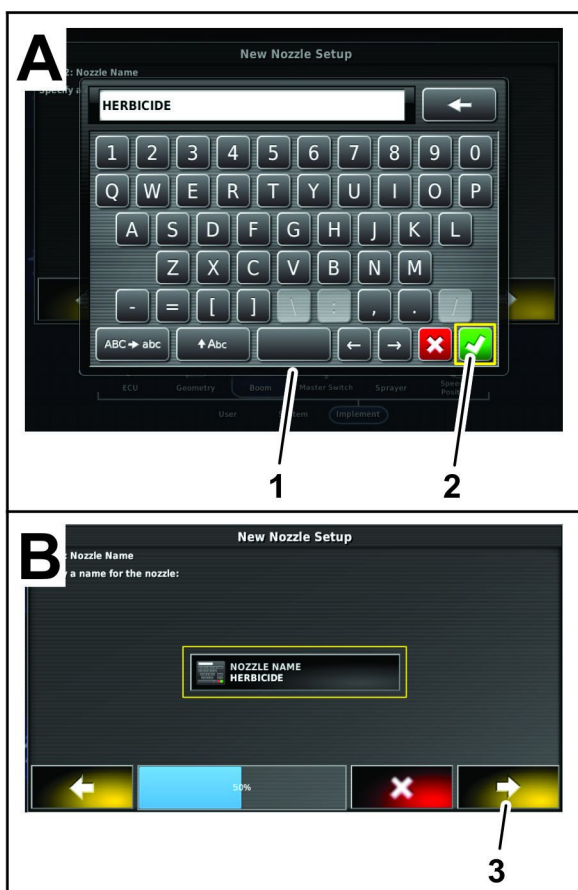

Figure 79
- 7. Saisissez le nom de la buse à l'aide du clavier à l'écran, puis appuyez sur l'icône de confirmation (Figure 79).
8. Dans la boîte de dialogue de réglage de la nouvelle buse – étape 2, appuyez sur l'icône de confirmation (Figure 79).
9. Dans la boîte de dialogue de réglage de la nouvelle buse – étape 3, appuyez sur l'icône de confirmation (Figure 79).